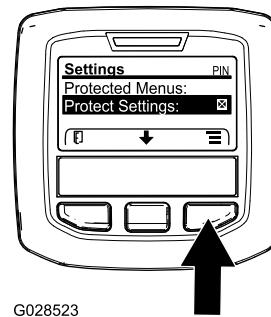

Figura 26
1. Desde el menú PRINCIPAL, utilice el botón central para desplazarse hacia abajo hasta el menú CONFIGURACIÓN y pulse el botón derecho (Figura 26).